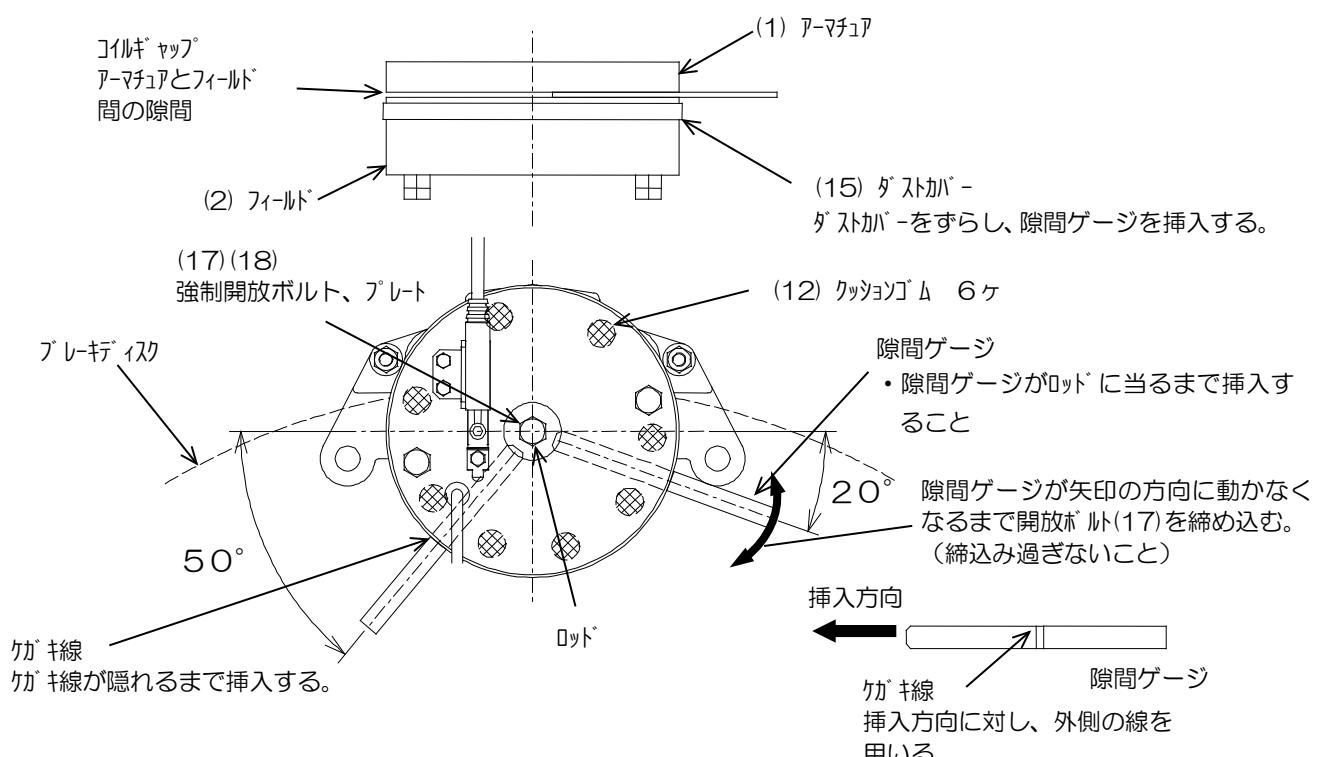

図6 隙間ゲージの挿入要領
①隙間ゲージ(巻上機付属品)を準備する。
②アーマチュア(1)とフィールド(2)の間に $0.12t$ の隙間ゲージを挿入する。
- 隙間ゲージ挿入要領 図6を参照のこと。(※2ヶ所から同時に挿入する。)
③強制開放ボルト(17)、プレート(18)を取り付け、強制開放ボルト(17)を締め込む。
④ブレーキスイッチが動作していることを確認する。
- ③を終えた状態で、スイッチが動作していることを確認する。
⑤強制開放ボルト(17)を緩める。
⑥アーマチュア(1)とフィールド(2)の間に $0.1t \times 2$ 枚($0.2mm$)の隙間ゲージを挿入する。
- ②と同じ要領で実施する。
・隙間ゲージ挿入要領 図6を参照のこと。(※2ヶ所から同時に挿入する。)